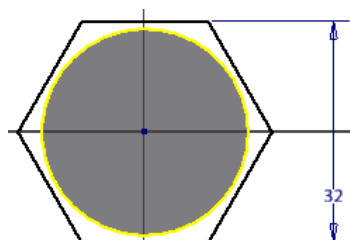

Рис. 1.6.
3. Задайте расстояние между параллельными сторонами равное 32 мм (рис. 1.6).